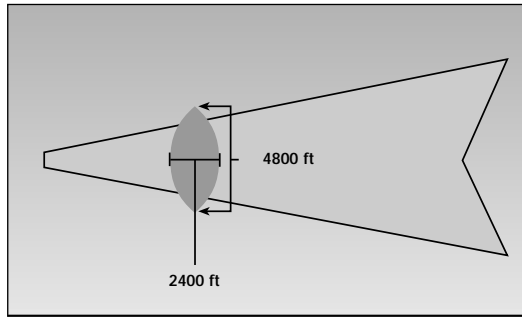

Abbildung 37: Die Abmessungen des Signals eines Einflugzeichens.
1.000 ft über der Antenne des Einflugzeichens besitzt das Signal eine Abmessung von 2.400 ft x 4.800 ft (Abbildung 37). Das Flugzeug muß sich innerhalb dieses Bereiches befinden, um das Signal empfangen zu können.